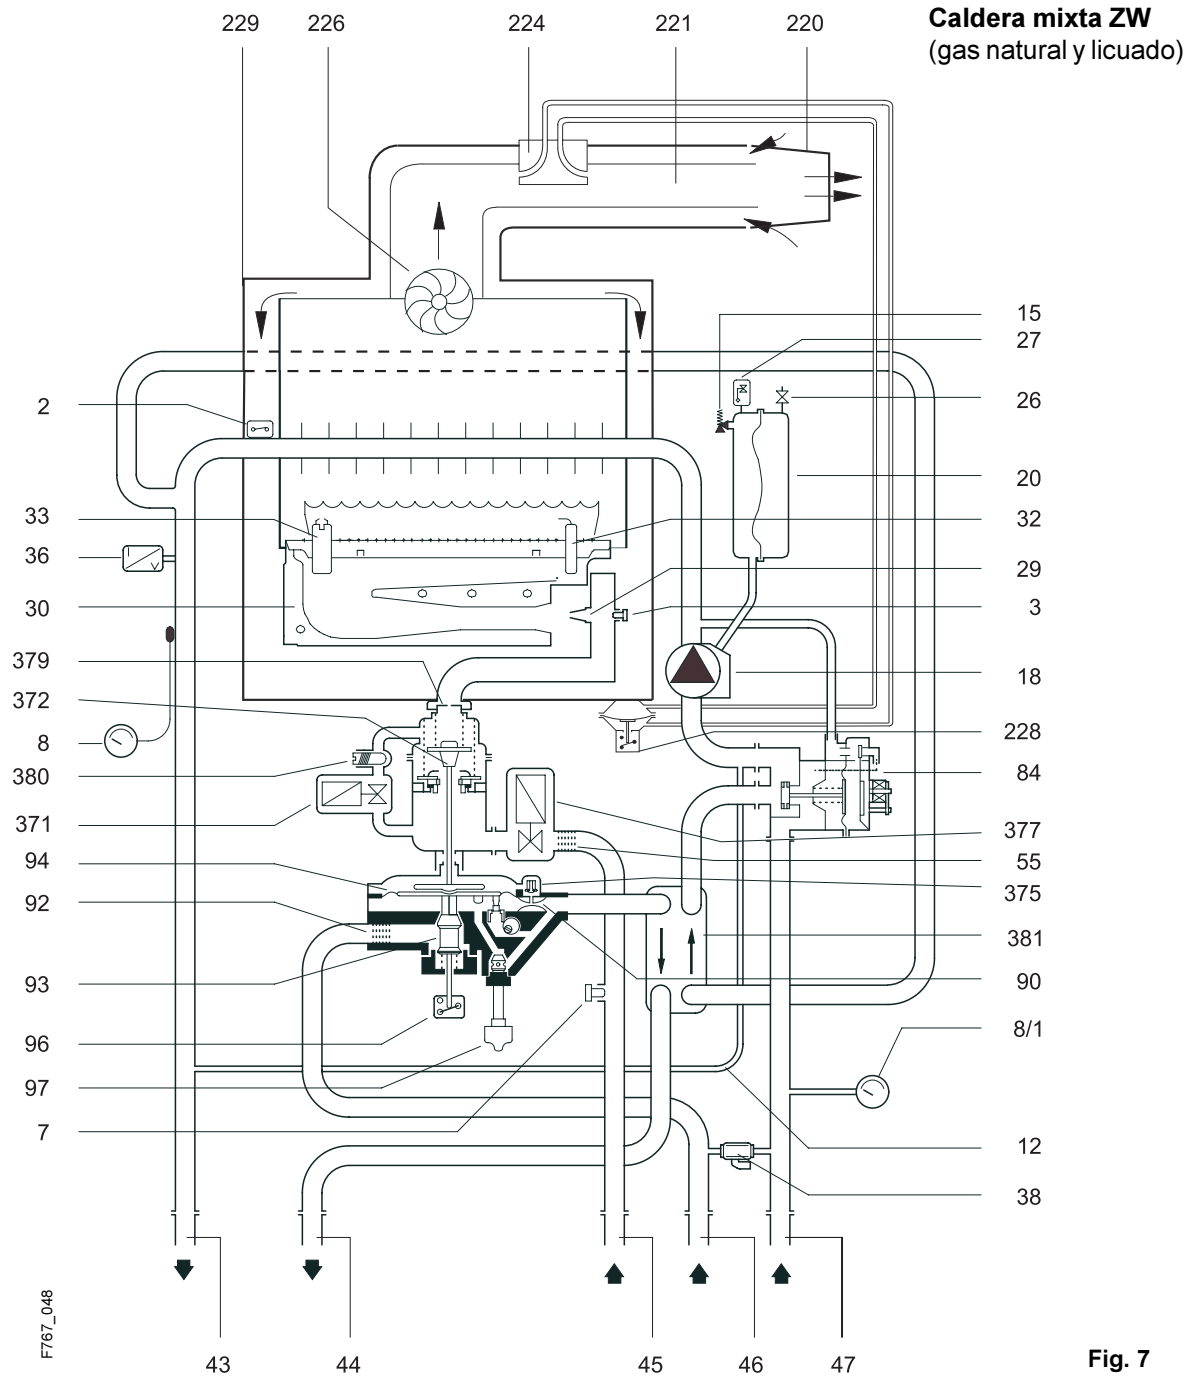

Fig. 7
Cuando ponemos el aparato en servicio de calefacción, la bomba de circulación (pos. 18, fig. 7) y el ventilador se pone en funcionamiento; también se abre la válvula de gas para calefacción (pos. 377, fig. 7). La válvula de tres vías (pos. 84, fig. 7) recibe tensión y se conmuta a servicio de calefacción (pos. 47, fig. 7). La electroválvula de seguridad (pos. 377, fig. 7) se abre un poco, liberando una cantidad reducida de gas para el encendido. El ventilador evacua los gases de combustión y simultáneamente se admite aire fresco para la combustión. Cuando el ventilador comienza a funcionar, el presostato diferencial envía una señal eléctrica a la caja electrónica que inicia el proceso de ignición.
En los dos electrodos de encendido (pos. 33, fig. 7), se produce una torrente de chispas a alta tensión que enciende la mezcla de gas y aire. Un electrodo de ionización asume el control de la llama (pos. 32, fig. 7). Tan pronto como la electroválvula de seguridad (pos. 377, fig. 7) se ha abierto por completo (es decir, 20 segundos después, como más tarde), el quemador comienza a funcionar a plena potencia con la cantidad de gas principal.
Si se abre el grifo de agua sanitaria, se abrirá la válvula de gas regulada hidráulicamente y el microinterruptor (pos. 96, fig. 7) cierra, transmitiendo así una señal a la electrónica.
La válvula de gas para calefacción (pos. 371, fig. 7) permanece cerrada. Como la válvula de tres vías (pos. 84, fig. 7) se encuentra sin tensión, el circuito de calefacción (pos. 47, fig. 7) estará cerrado, funcionando la caldera a través de su circuito interno. El funcionamiento de la bomba de circulación, del ventilador, del presostato diferencial y de la válvula de gas principal es similar al del servicio de calefacción.